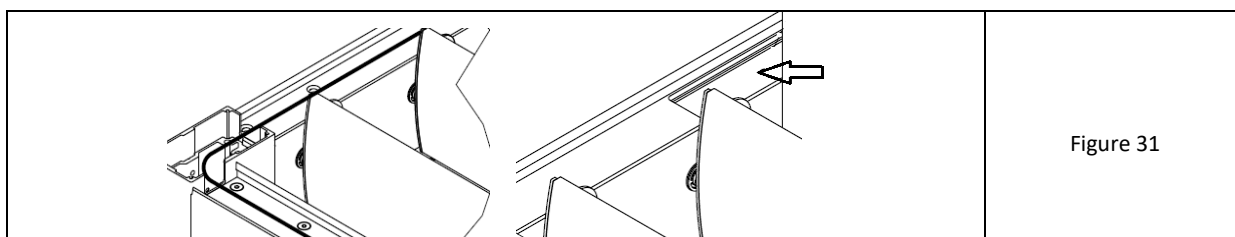

Figure 31
1. Faire passer le câblage dans la partie supérieure (partie ouverte des poutres) - Fig. 31 Les raccordements des poutres ont des fenêtres ouvertes dans les murs supérieurs pour le passage des câbles.
2. Insérer l'unité de contrôle Louver dans la fenêtre du haut de la poutre d'entraînement au-dessus du moteur (Fig. 31-flèche droite). Insérer derrière le moteur à l'intérieur de la chambre de la poutre.